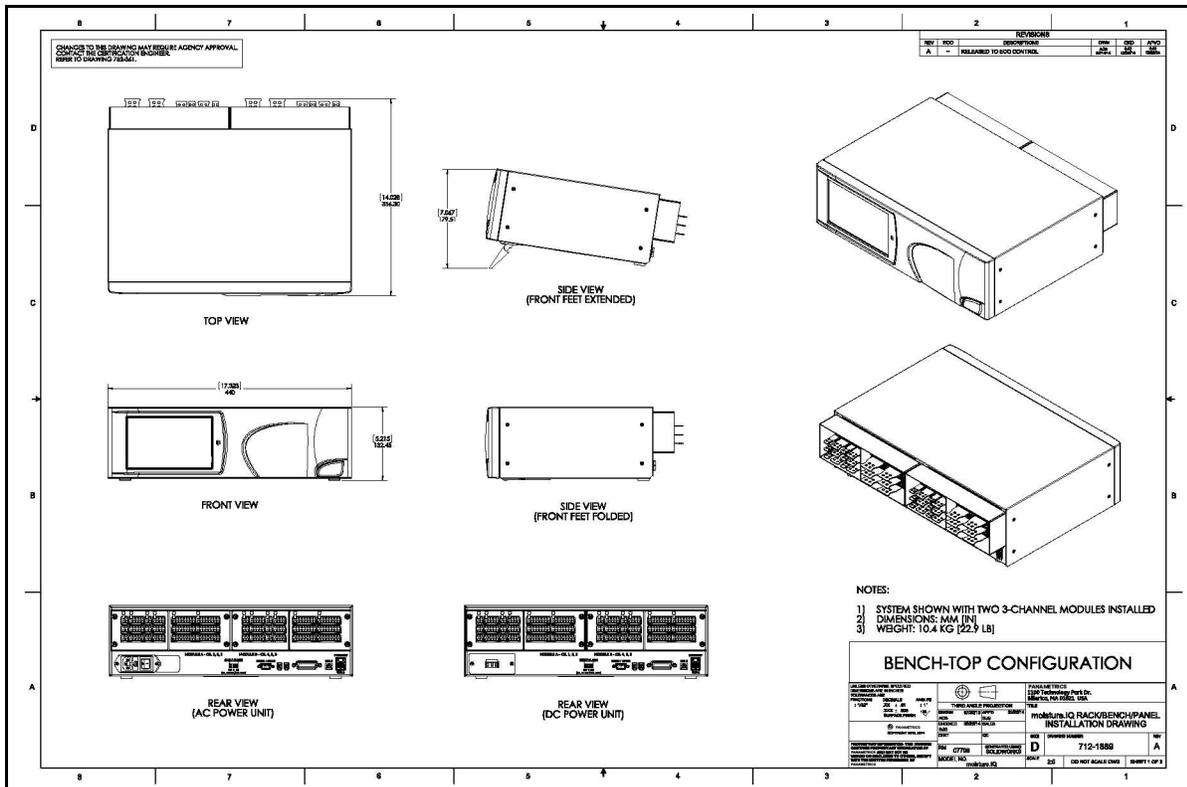
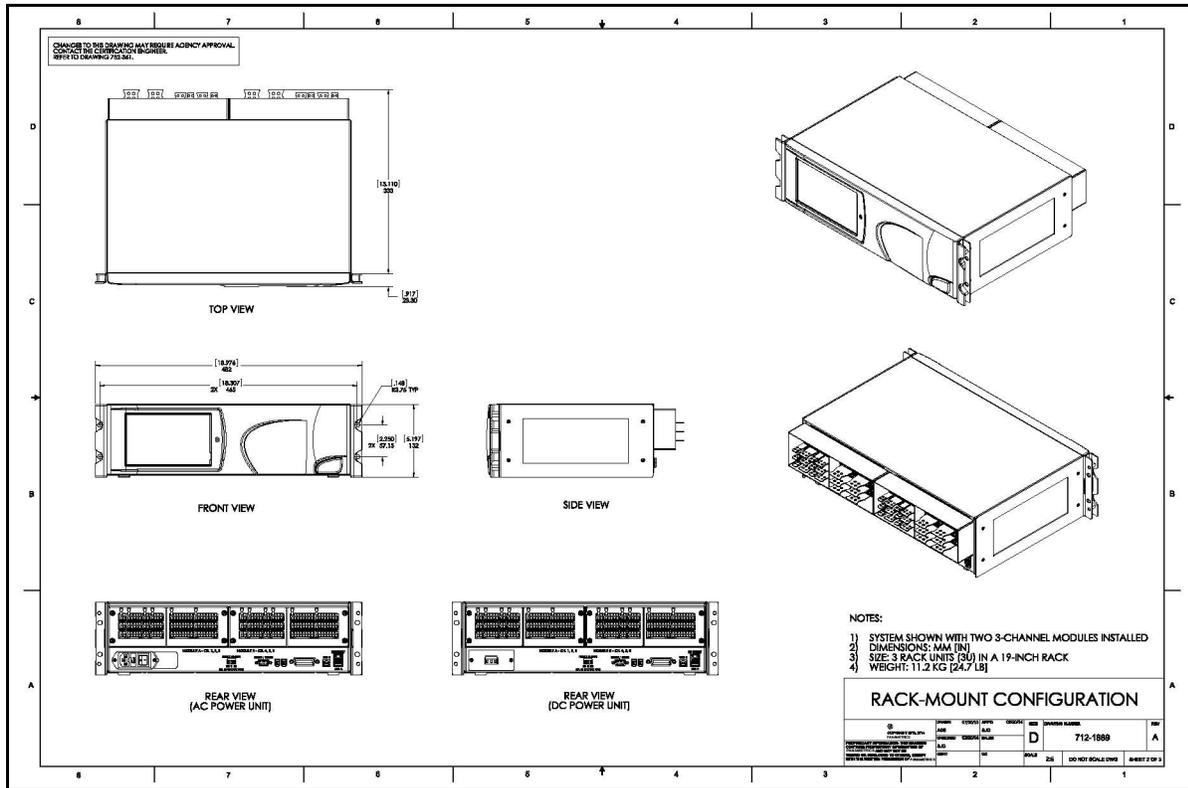
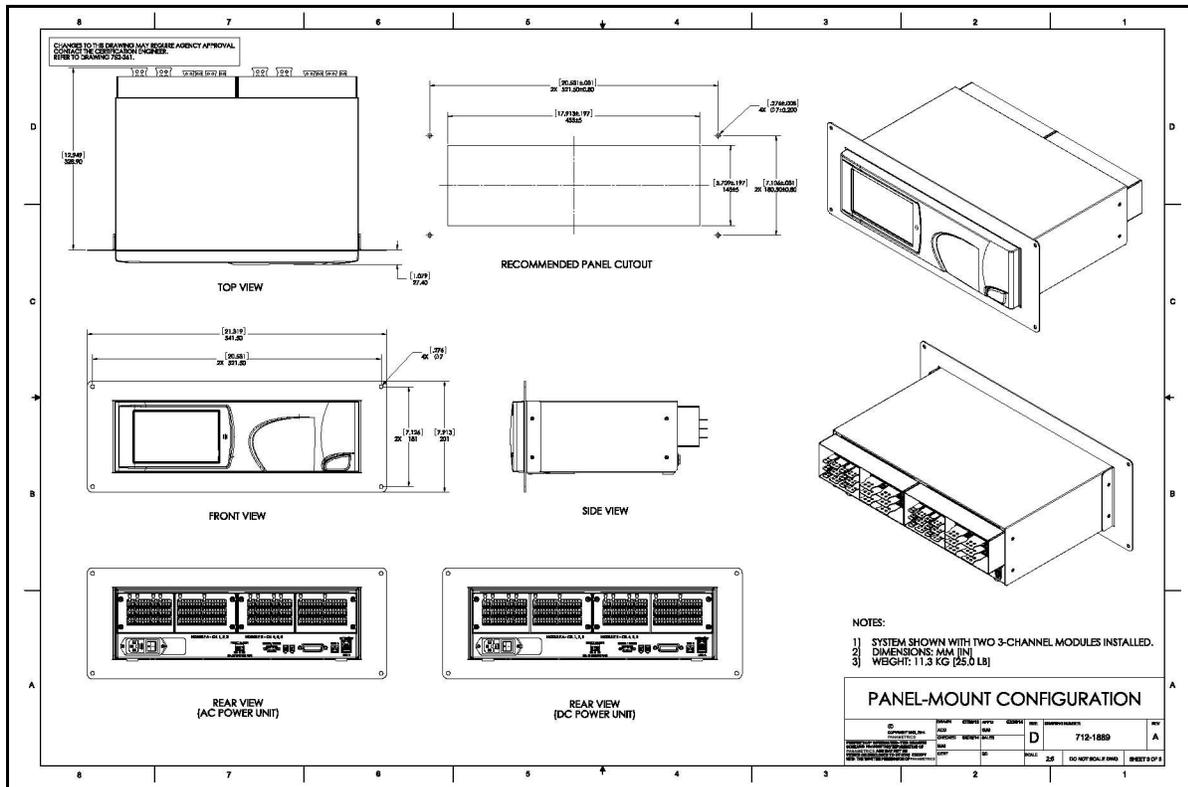

Abbildung 7: Tischgerät (Zeichnung 712-1889_revA, Blatt 1 von 3)
Abbildung 8: Version für Gestellmontage (Zeichnung 712-1889_revA, Blatt 2 von 3)
Abbildung 9: Version für Tafelmontage (Zeichnung 712-1889_revA, Blatt 3 von 3)
- Die Installation für die Gestellversion (siehe *Abbildung 8 auf Seite 5*), Tischversion (siehe *Abbildung 7 auf Seite 4*) und Tafelmontage-Version (siehe *Abbildung 9 auf Seite 5*) muss den *Konfigurationszeichnungen 712-1889* entsprechen.